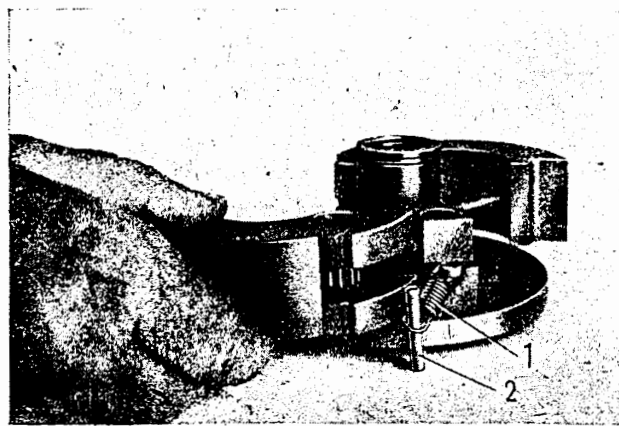

Bild M 191. Haltefederbolzen aushängen
6. Haltefeder mit Haltefederbolzen aushängen (Bild M 191).